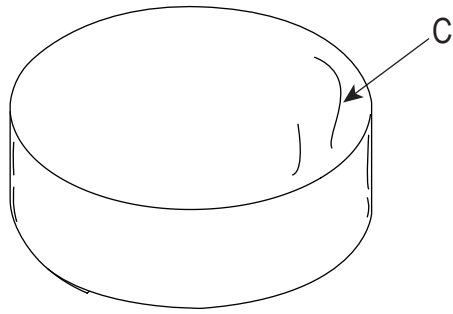

Figure 8
8. Couvrez la table basse avec la housse de protection pour l'extérieur (E) afin de la protéger des intempéries lorsqu'elle n'est pas utilisée ou rangée (voir figure 8).